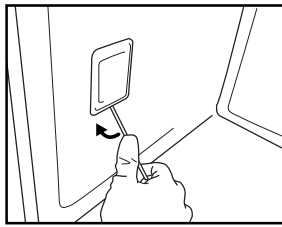

fig. 7
3. Vipp løs lampedekslet med en flat skrutrekker (fig. 7).